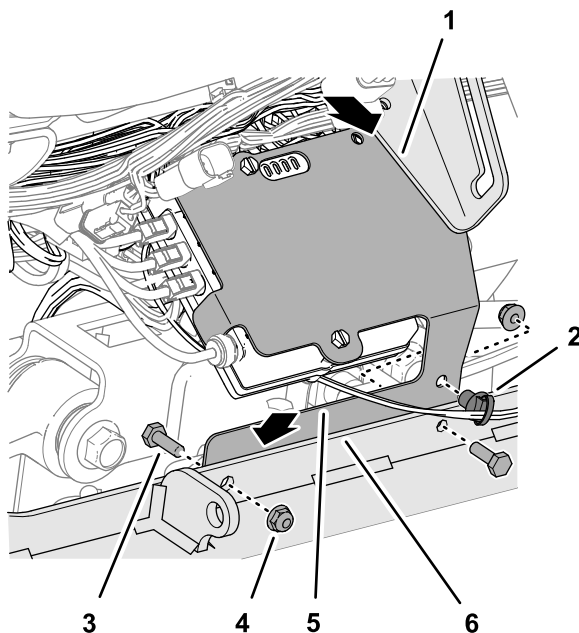

**Figura 88**
4. Monte el soporte del módem en el módem CL-55 con 2 tornillos mecánicos ranurados (Nº 10-24 x  $1\frac{1}{2}$ ), 2 espaciadores ( $\frac{1}{4}$ " x  $\frac{3}{4}$ ") y 2 contratuercas (Nº 10-24), como se muestra en la Figura 88.